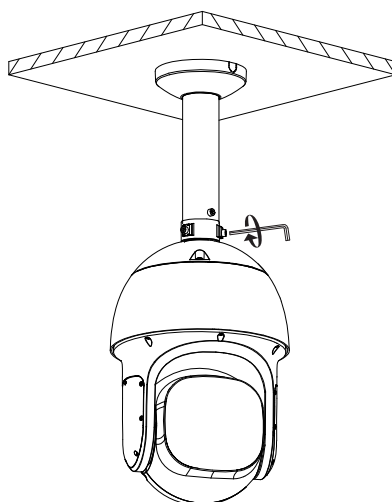

Рисунок 5.7 – Монтаж видеокамеры на потолочный кронштейн BR-104
10. Закрепите видеокамеру и с помощью ключа «Шестигранник» затяните фиксирующие винты M6 монтажного адаптера для полной фиксации видеокамеры (Рисунок 5.7).